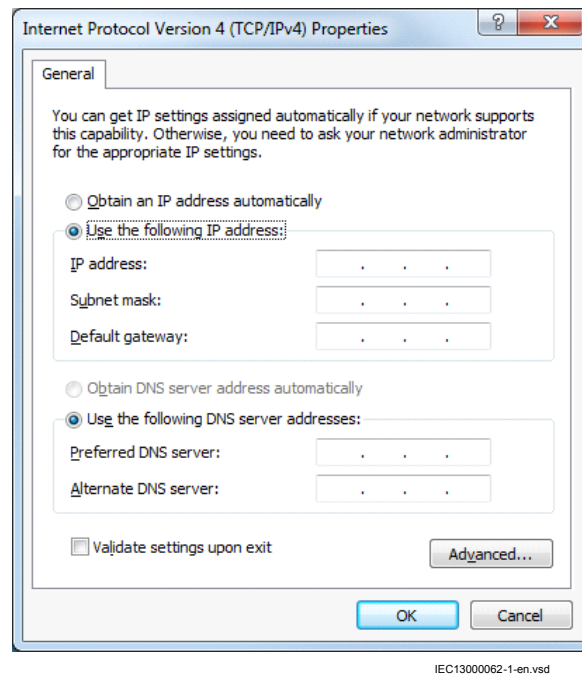

Figure 8: Sélection : Utiliser l'adresse IP suivante
5. Sélectionner **Use the following IP address (Utiliser l'adresse IP suivante)** et définir l'adresse IP et le masque de sous-réseau si le port en face avant est utilisé et si l'adresse IP n'est pas configurée pour être obtenue automatiquement par le DEI, voir Figure 8. L'adresse IP doit être différente de l'adresse IP choisie pour le DEI.